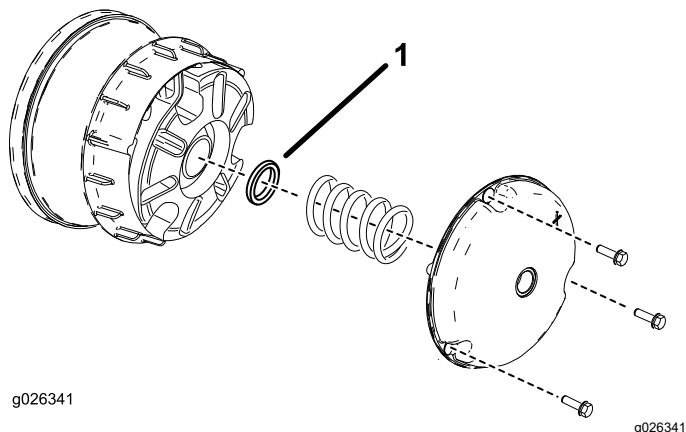

Figura 62
2. Rimuovete i bulloni che fissano il carter della frizione principale come illustrato in Figura 62.